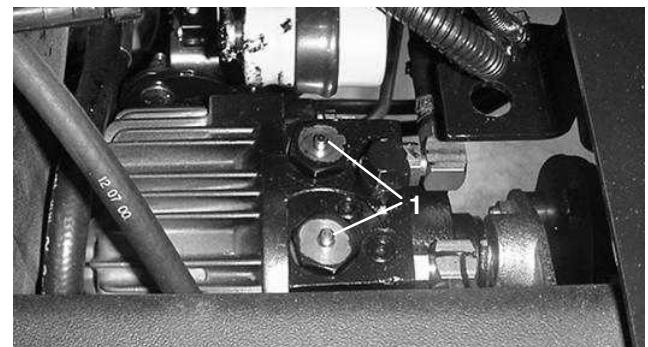

Bild 33
2. Drücken und halten Sie die Stifte in der Mitte der zwei (2) Rückschlagventile oben am Getriebe (Bild 33), während die Maschine geschoben oder abgeschleppt wird. In Bild 33 sind der Sitz und die Sitzbefestigungsplatte abgenommen.
Fetten Sie die Stifte an den Rückschlagventilen (Bild 33) einmal pro Jahr gründlich ein. Feten Sie gleichfalls die Lager der Hinterachse (ohne Abbildung) alle 500 Stunden oder mindestens einmal jährlich ein. Die Schmierstellen an den Lagern und Büchsen sind: